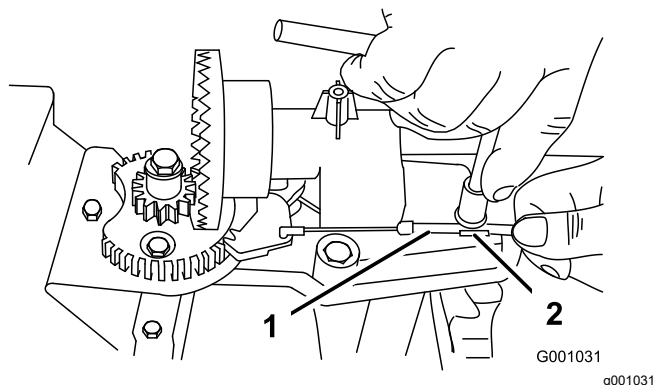
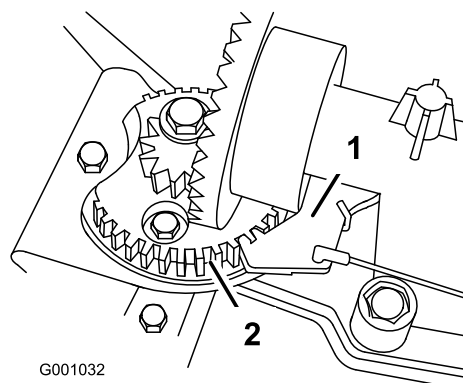

Bild 40
Bild 41
2. Lösen Sie die Schraube an der Kabelklemme (Bild 40).
3. Fassen Sie den Kabelstrang an und schieben Sie ihn zur Vorderseite der Maschine, bis der Auswurfkanalriegel ganz in die Zahnräder greift (Bild 40 und Bild 41).
Hinweis: Der Riegel ist gefedert und ist so konstruiert, dass er in die Zahnräder greift (Bild 41).